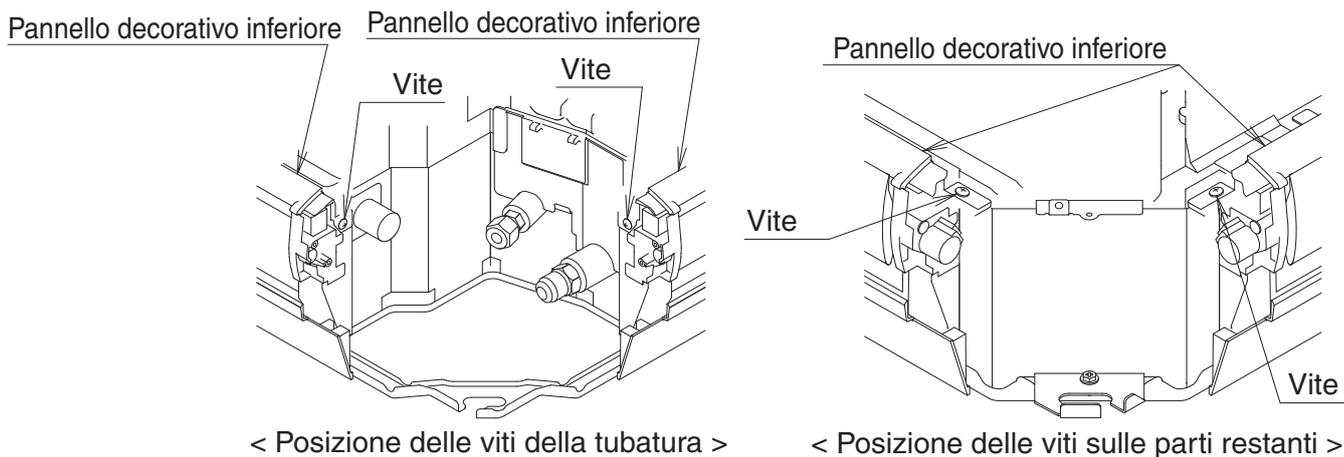

Fig. 14
- * Se il pezzo bloccante è difficile da inserire, allentare le viti a destra e a sinistra del pannello decorativo inferiore e quindi inserirlo. Assicurarsi di serrare nuovamente le viti allentate dopo aver fissato il pezzo bloccante. (Fare riferimento alla Fig. 14)